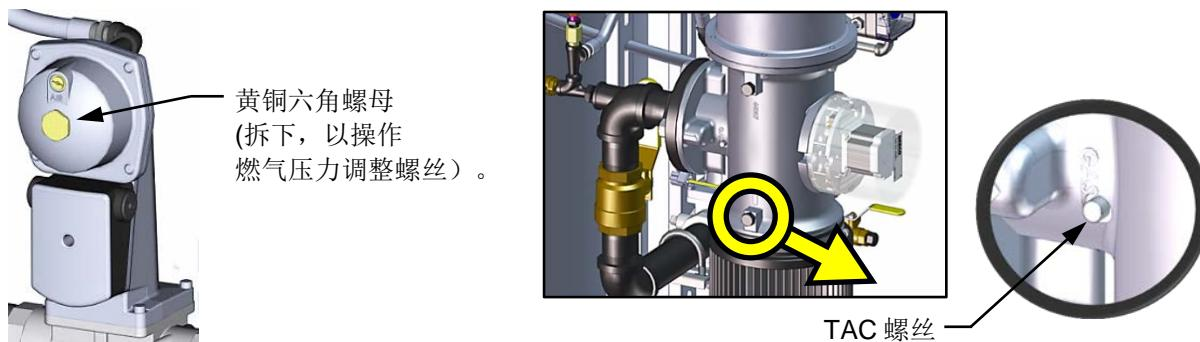

图 4-3：燃气压力调整螺丝和TAC螺丝位置
14. 接下来，根据您正在校准的机型，验证 SSOV 下游燃气压力是否在表 4-1 的范围内。如果需要调整燃气压力，请卸下 SSOV 执行器上的黄铜六角螺母，以操作燃气压力调节螺钉 (图 4-3)。用平头螺丝刀调整燃气压力，使其达到表 4-1 规定的范围。
26. 当阀门位置为 100% 时，如果在调节风机电压后，氧气含量不在要求的公差范围内，则必须使用 SSOV 上的燃气压力调节螺丝调节 SSOV 下游侧的燃气压力 (图 4-3)。以 1/4 圈的增量缓慢旋转螺丝，调整燃气压力，顺时针旋转，减少氧气水平，或逆时针旋转，提高氧气含量。每次调整后，等待燃烧分析仪稳定。
30. 如果 18% 阀位的氧气含量过高而风机电压处于最小值，则可以调整空气/燃料阀顶部的 TAC 螺丝（请参阅图 4-3）。顺时针（CW）旋转螺丝 1/2 圈以增加燃料，并将氧气含量降低到指定水平。调节 TAC 螺丝后，必须从 50% 至最低阀位重新进行校准。